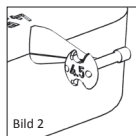

Bild 2
■ **Bild 1a, 1b/2** Tolkskivan (Bild 1a, 1b) för totalproteser har åtta separata tolkar av olika längd (3,0 – 7,0 mm) som är fastgjorda i satellitform. På baksidan av varje tolk anges motsvarande längd (Bild 2). Öppningarna och borrhålen är till för att minska vikten, såväl som att ge bättre översikt under mättingsförloppet i mellanörat.